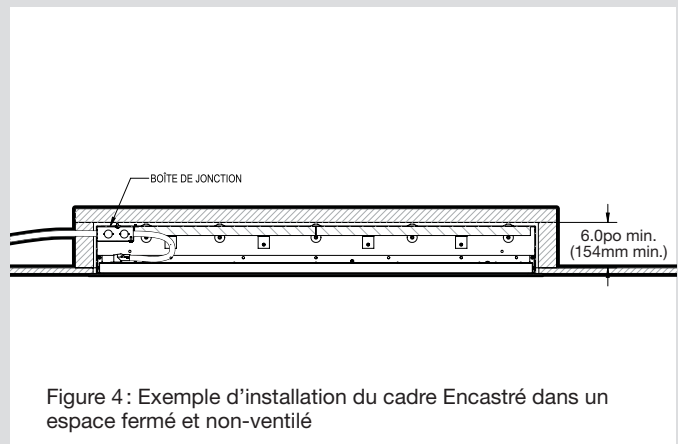

Figure 4: Exemple d'installation du cadre Encastré dans un espace fermé et non-ventilé
3. Lorsque l'appareil est installé dans un espace fermé et non ventilé, vous devez vous munir d'un boîtier d'encastrement offert en option, voir l'instruction d'installation du Boîtier d'encastrement. Requis afin d'assurer une circulation d'air adéquate et une utilisation sécuritaire. (Fig. 4)